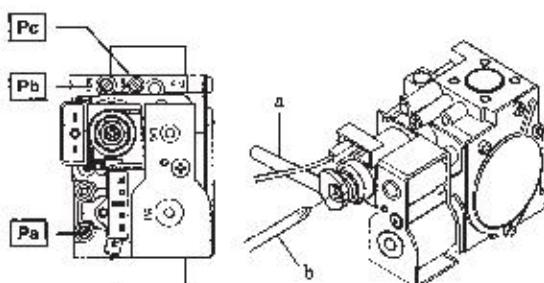

Рис. 10
- Открутить винт на штуцере (**Pb**, рис. 10) и присоединить к штуцеру (**Pb**) манометр.
- Проверить динамическое входное давление газа (штуцер **Pb**, рис. 10). Номинальные давления: 20 мбар для природного газа, 37 мбар для пропана.
- Открутить винт на штуцере **Pa** (рис. 10) и присоединить к штуцеру **Pa** манометр.